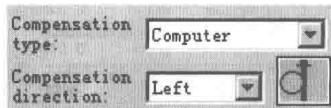

图 1-24
(2) 在外形铣削的参数对话框中的补正功能也进行了改进，计算机和控制器的补正合成一个位置，如图 1-24 所示。